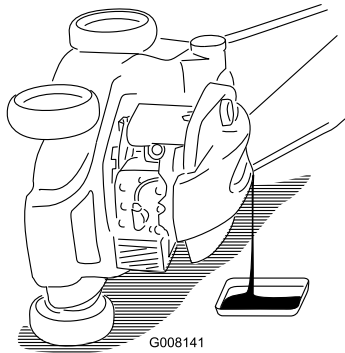

Bild 32
5. Kippen Sie den Rasenmäher nach **links** (Luftfilter nach oben), um das Altöl über den Öleinfüllstutzen abzulassen (Bild 32).